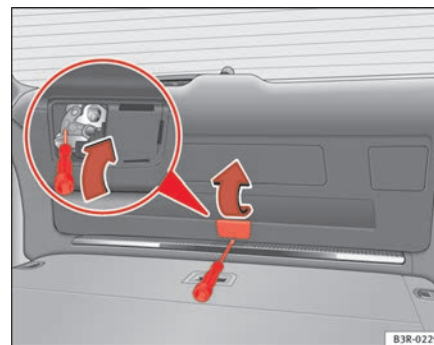

Fig. 76 Pormenor da porta do porta-bagagens: dispositivo de abertura de emergência
- Abra a cobertura ⇒ fig. 76 -seta-.
- Introduza a chave de fendas na abertura ⇒ fig. 76 -seta- e desloque-a no sentido da seta para destrancar a porta do porta-bagagens. ■